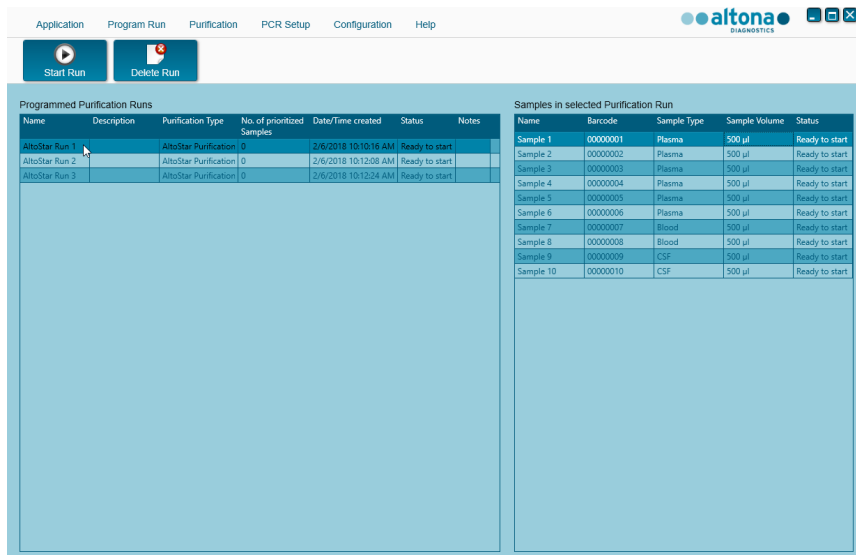

Figura 11: Pantalla Start Purification Run (iniciar serie de purificación)
- Se muestra la pantalla Start Purification Run (iniciar serie de purificación) (consulte la figura 11). Cada AltoStar® run (serie) programada incluye una serie de purificación.